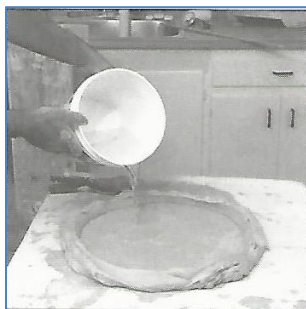

Figure 10
Étape 14: Sur une surface de travail résistant à l'eau, formez un anneau de ciment à joint (fig. 10) et versez de l'eau pour 1/4 à 1/2 po de hauteur dans le centre